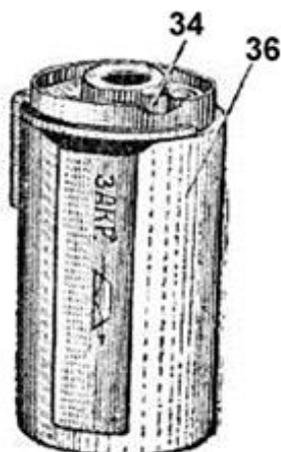

Рис. 6
V. Кассета и ее зарядка (рис. 6 и рис. 7)